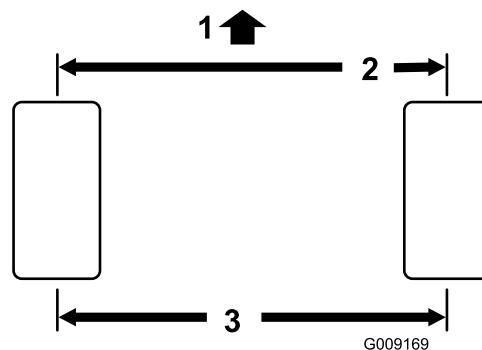

Figura 91
- Mida la distancia entre centros (a la altura del eje) en la parte delantera y trasera de los neumáticos de dirección. La distancia delantera debe ser de 3 mm menos que la trasera (Figura 91).